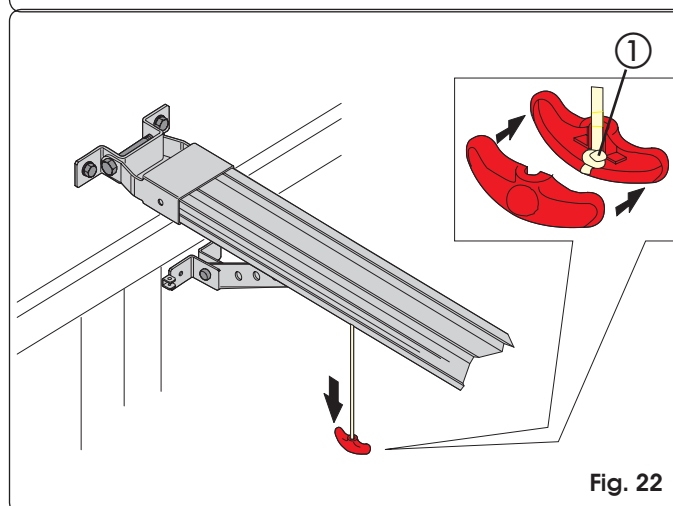

Fig. 22
- 2) Leg een knoop in het uiteinde van het koord en zet de ontgrendelingsknop in elkaar (Fig. 22).
- 3) Trek de ontgrendelingsknop naar beneden en controleer of de deur met de hand kan worden bewogen (Fig. 22).